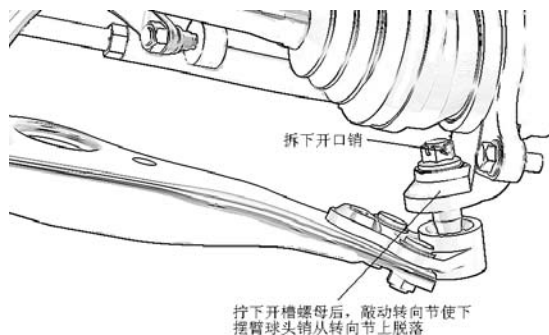

图 5.1-14
- (1) 下摆臂总成的拆卸
- ① 旋转转向盘以便移动相应前轮至最小侧位置。
- ② 如图 5.1-14 所示，从球头螺柱上拆卸开口销。拆下开槽螺母，敲动转向节使下摆臂球头销从转向节上脱落。